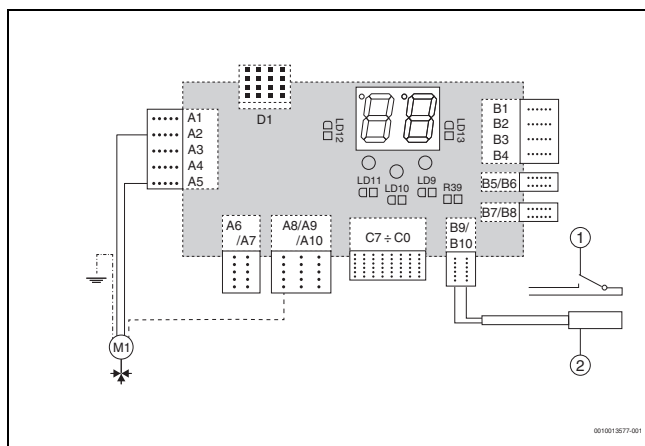

fig. 10 Lidhja e valvulës me 3 drejtime për funksionin e kontrollit të ujit të ngrohtë ose të burimit zëvendësues
- ▶ Kabloja e aktuatorit të pjesëve elektronik të boiler sipas skemës së qarkut (→fig. 10). Izoloni telat e mbetur (këto janë kontaktet e brendshme të aktuatorit).
- ▶ Lidhni sensorin te klemat B9/B10 e pjesëve elektronike sipas skemës së qarkut (→fig. 10). Në klema dhe kabllo të sensorit nuk duhet ndonjë polaritet specifik.